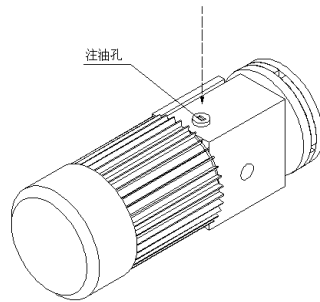

图 2-13
- ①. 检查紧固体有无松动
- ②. 向减速器加注液体润滑油，观察油路是否畅通(见图 2-13)